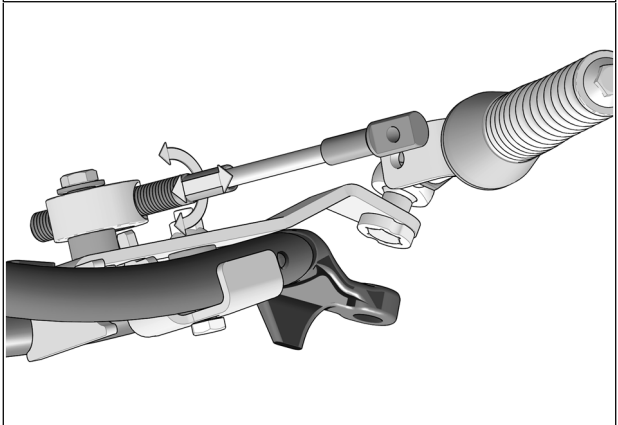

Fig. 20
12. Insérer le boulon (C3) dans le trou libre de l'ancrage. Positionner l'extrémité en aluminium du limiteur de conduite au boulon (C3). Utiliser la rondelle (C6) et l'écrou (C7) pour fixer le limiteur de conduite en place. Serrer l'écrou à un couple de 50 N•m [37 lb•pi]. Voir la Fig. 20